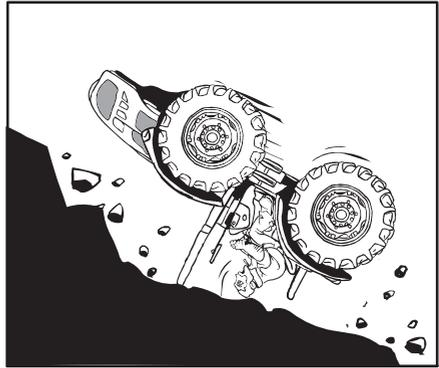

Abb. 2.16
- Bei der Arbeit in der Nähe von Gräben oder Ufern muss der Traktor hinter der Bruchlinie gehalten werden. Mit dem Traktor nicht an Gräben, auf Deichen, an Böschungen und Flussufern arbeiten, die abrutschen könnten (Abb. 2.16).